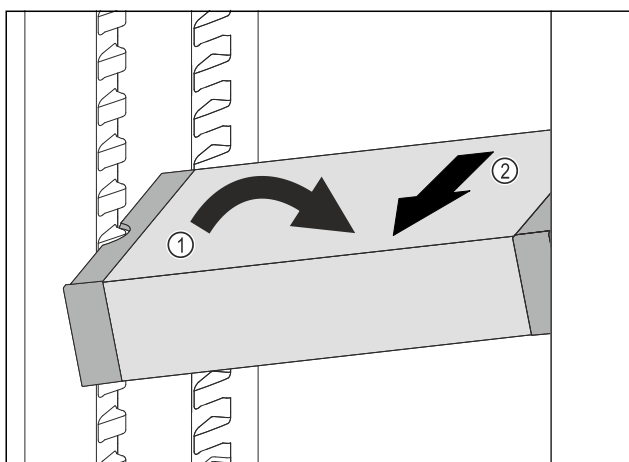

Fig. 64
- VarioSafe postavte v chladničce šikmo. Fig. 64 (1)
- VarioSafe odeberte směrem dopředu. Fig. 64 (2)